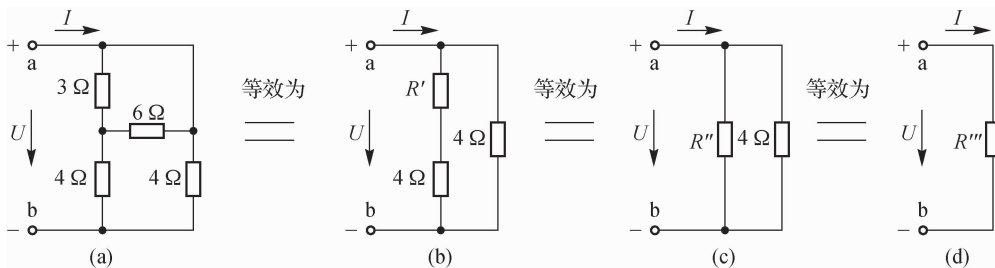

图 2-20 电阻混联电路的等效变换
例 2-8 如图 2-20(a) 所示电路, $U = 24 \text{ V}$, 求等效电阻 R_{ab} 及电路的总电流 I 。
解 (1)由图 2-20(a)知 $3\ \Omega$ 与 $6\ \Omega$ 这两个电阻是并联的,其等效电阻为
(2)由图 2-20(b)知 R' 与 $4\ \Omega$ 这两个电阻是串联的,其等效电阻为
(3)由图 2-20(c)所示电路知 R'' 与 $4\ \Omega$ 这两个电阻是并联的,其等效电阻为